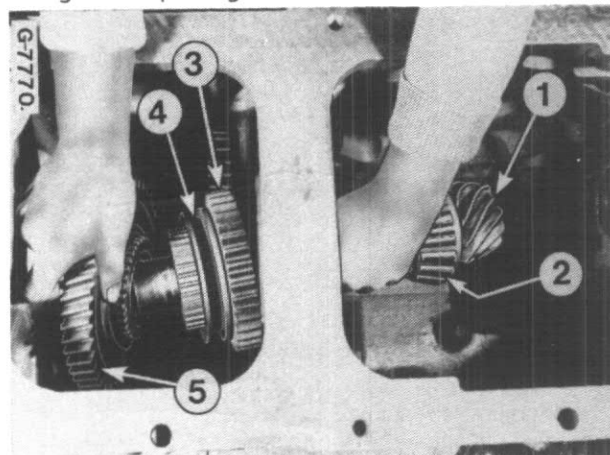

Figure 89
La bague intérieure ((2) Fig. 89) étant en place, montez l'arbre secondaire (1) par l'arrière du carter de transmission et dans la bague extérieure. Montez la transmission de gammes.